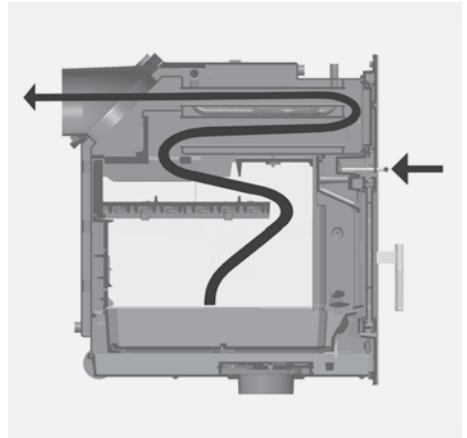

Abb. 3.5 Umlenkschieber eingeschoben, Heizgase strömen durch den oberen Tauscherbereich
- Nach ca. 30 Minuten kann der Bügelgriff hinein geschoben werden, um die Wasserleistung zu erhöhen (siehe Abb. 3.5).